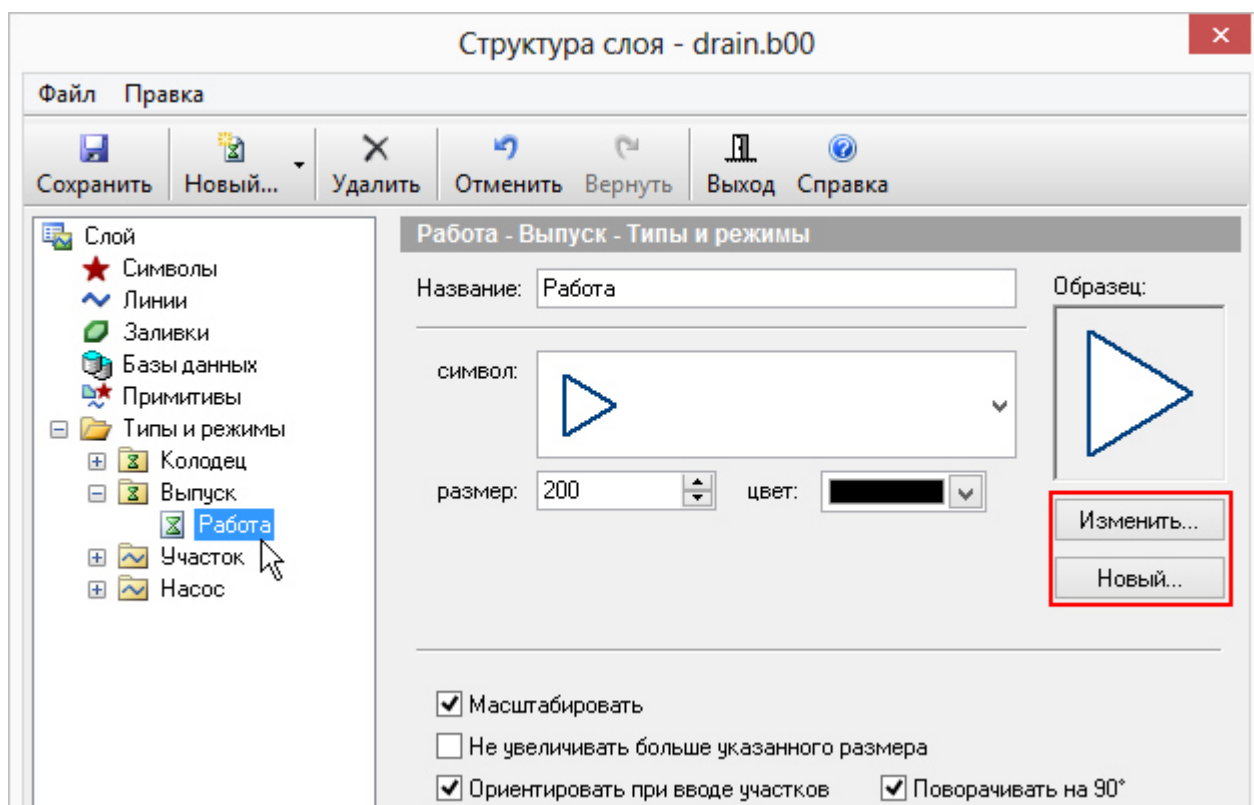

Рисунок 32. Изменение внешнего вида объекта канализационной сети
1. В окне структура слоя (🗒️) в дереве *Типы и режимы* щелчком левой кнопкой мыши выберите режим для редактирования, например *Выпуск*. (Рисунок 32, «Изменение внешнего вида объекта канализационной сети»).